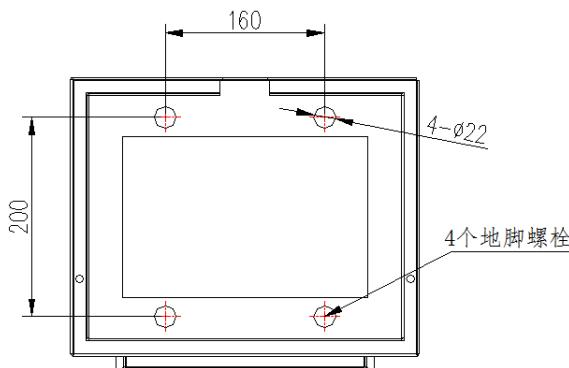
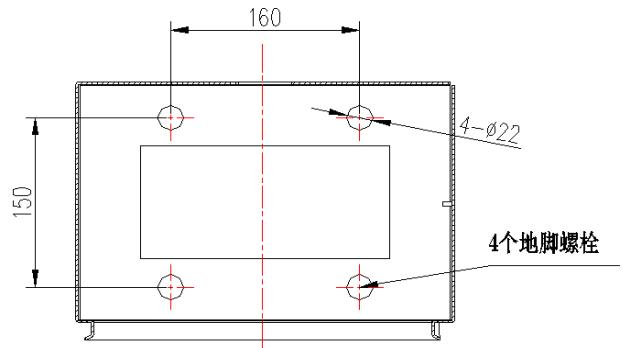
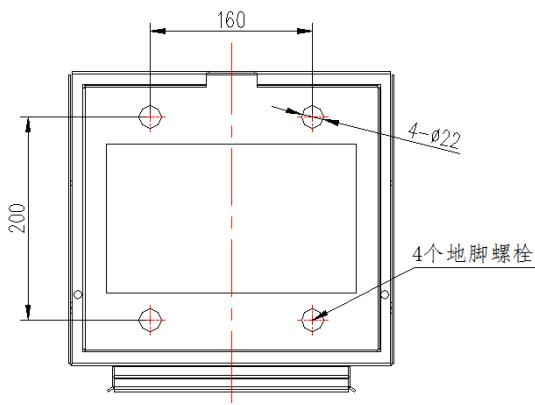

图 7 腾祥地脚螺栓孔位图
图 8 : 腾龙地脚螺栓孔位图
图 9 腾锐地脚螺栓孔位图
- C:确定四个地脚螺栓孔和控制线的位置，打上四个 M12*100 的膨胀螺栓或用水泥埋上四个 M12 脚螺栓（如图 7、图 8、图 9）；